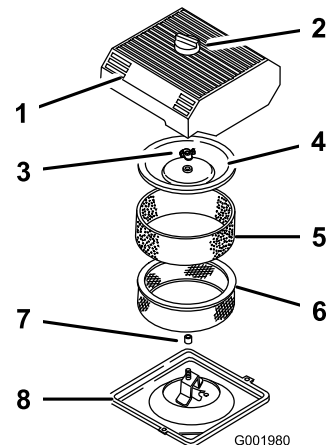

Figura 42
3. Pulite intorno al filtro dell'aria per evitare che la morchia possa penetrare nel motore provocando gravi danni (Figura 42).
4. Svitare la manopola sul coperchio del filtro dell'aria e togliete il coperchio (Figura 42).
5. Togliete con cautela l'elemento in schiuma sintetica dall'elemento di carta (Figura 42).
6. Svitare il dado del coperchio e togliete sia il coperchio che l'elemento di carta (Figura 42).
1. Infilate con cautela l'elemento in schiuma sintetica sopra l'elemento di carta del filtro dell'aria (Figura 42).
3. Avvitare a fondo, manualmente, il dado contro il coperchio (Figura 42).
4. Montate il coperchio del filtro dell'aria e la manopola (Figura 42).